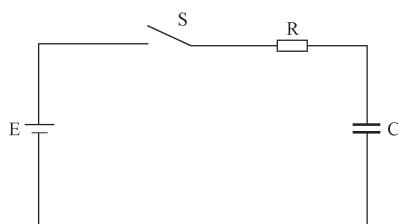

图 8-14
4. 图 8-14 所示电路中, S 闭合前电容未储能,
5. 图 8-14 所示电路中, $i_C(0_+)$ 为 ()。